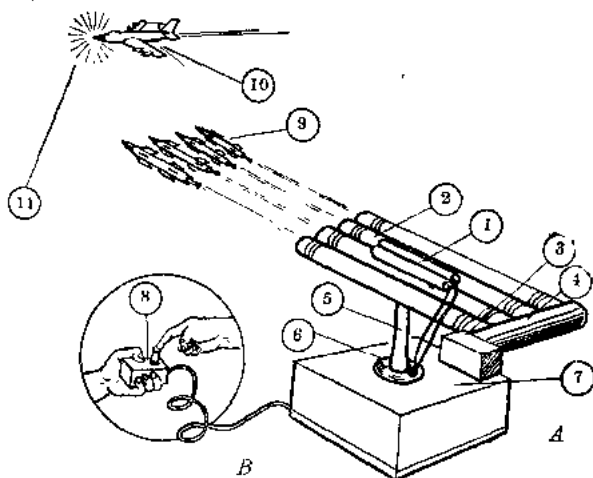

图 7-1
现代防空武器的种类是很多的，如导弹、自动高射炮、火箭炮、高射机关枪等等，其中大多数都是能够在雷达和别的仪器的控制下，自动地跟踪敌机，准确地进行射击。这些自动跟踪的防空武器击中敌机的命中率是比较高的，因此，是现代化的防空武器。下面，我们来制作一台会自动跟踪“敌机”的火箭炮模型，能比较精确地跟踪着“敌机”，等“指挥员”一按电钮时，四支银光闪闪的“火箭”便嗖的一声从炮筒内飞出，射向“敌机”，把敌机打中（见图 7-1）。
这台光电自动跟踪火箭炮模型是怎样进行自动跟踪的呢？在我们制作模型之前，应该先把它的结构原理弄清楚。看图 7-1，这个模型就是靠光电脑准头①来对“敌机”上的灯光⑩进行自动跟踪的。②是火箭炮的炮身（即炮筒），炮身里面的火箭是由发射控制机构③控制的。④是发射控制机构的罩壳。⑤是支撑着火箭炮旋转的支柱。⑥是旋转机构。⑦是旋转机构的外壳。⑧是控制火箭发射的控制按钮，只要按一下按钮⑧，火箭便会发射出去。⑨是四支银光闪闪的火箭模型，是用硬厚纸、铁皮、木片等等做成的。⑩是“敌机”模型，这是一架用木片制作的模型飞机，穿在一条水平的铁丝上，让它沿铁丝滑行，“敌机”头部有一个小电灯泡⑩，这是火箭光电脑准头①所要跟踪瞄准的部位。